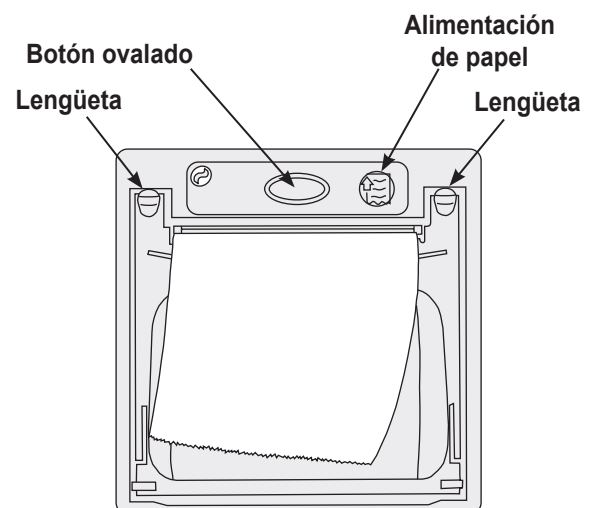

Figura 16
1. Presione el botón ovalado en la parte superior de la impresora para liberar la cubierta de la impresora. Consulte la Figura 16.